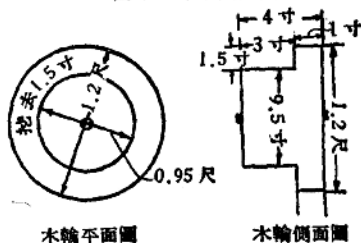

图6
3.木輪：用堅實木材做，最好用柿木，材料要干，以免收縮裂縫。先做成直徑1.2市尺、厚4市寸的圓木輪，然後照一邊挖去1.5市寸的邊，留一直徑9.5市寸的小圓輪，同火車輪形一樣(如图6)。